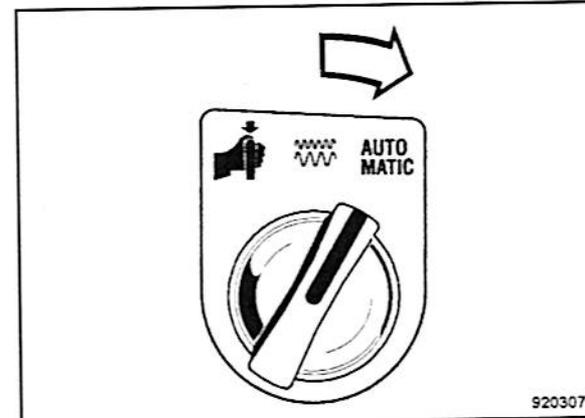

Fig. 82
- Colocar el interruptor giratorio (Fig. 82) hacia la derecha en "Automático".